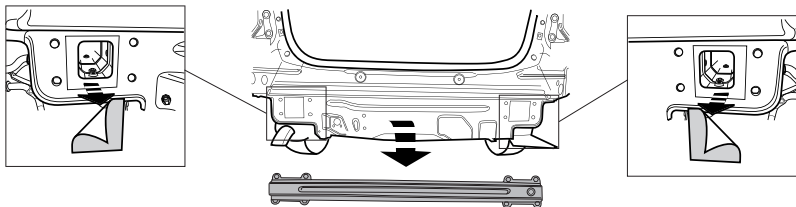

Fig.1
2. Снять бампер вместе со стальным буферным брусом автомобиля буферный брус больше не понадобится. Удалить клейкую ленту слева и справа. См. рисунок 1.